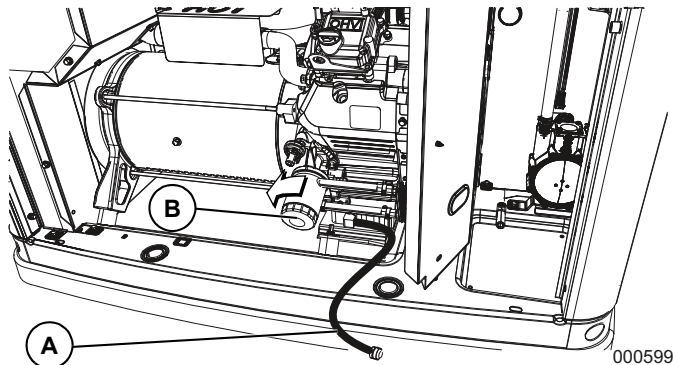

Figura 4-2. Ubicación del filtro y el vaciado de aceite
2. Pocos minutos después de que el motor se APAGUE, cuando se haya enfriado levemente, levante la tapa y retire el panel delantero. Tire de la manguera de vaciado de aceite para sacarla de su pinza retenedora. Vea A en la **Figura 4-2**. Retire la tapa de la manguera y vacíe el aceite en un recipiente adecuado.
4. Vaciado el aceite, retire el filtro de aceite antiguo girándolo en sentido antihorario. Para la ubicación del filtro, vea B en la **Figura 4-2**.